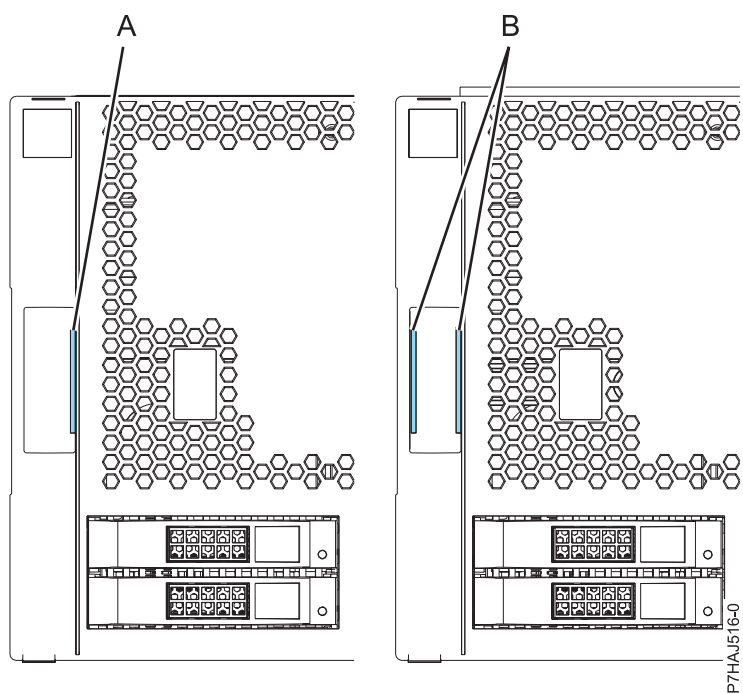

Figure 95. Identification des capots anciens et nouveaux
**Remarque :** Les anciens capots (expédiés avant le 1er mars 2011) sont reconnaissables à la bande bleue unique (A) située sur les taquets du capot. Les nouveaux capots possèdent deux bandes bleues (B). Voir figure 95, à la page 119.